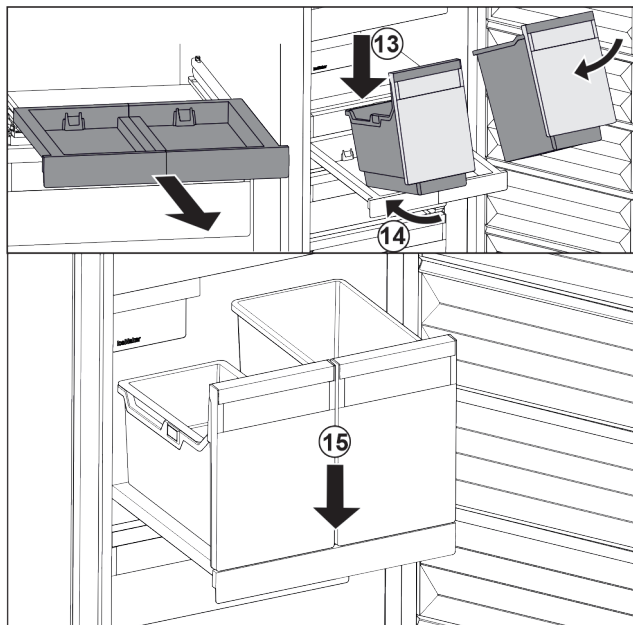

Fig. 106
- Sett beholderen skrått på uttrekksplaten. Fig. 106 (13)
- Skyv inn beholderen skrått bakover. Fig. 106 (14)
- Sett ned beholderen foran. Fig. 106 (15)